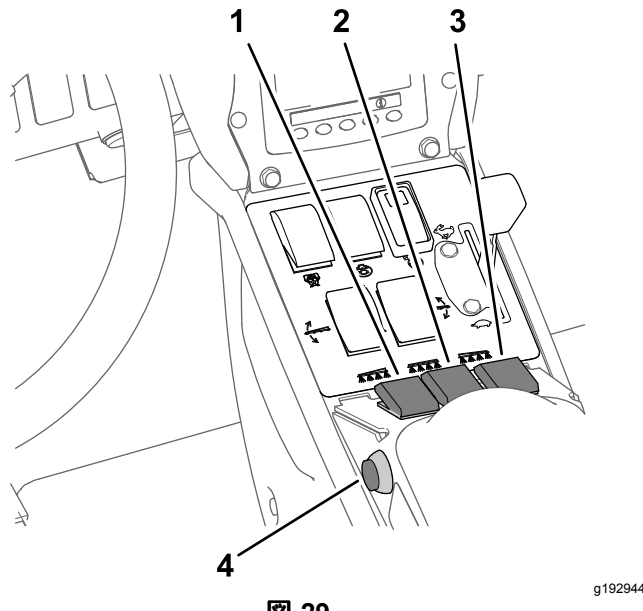

図 29
7. 個別ブームスイッチを ON にセットする 図 29。
10. 走行を開始し、所定速度に達したらマスターブームスイッチを ON にすると散布が始まる 図 29。
3. マスターブームスイッチを OFF にセットする 図 29 散布率モードでの散布 (ページ 30) を参照。
7. 散布したいブームのスイッチを ON 位置にする 図 29 散布率モードでの散布 (ページ 30) を参照。
9. 希望速度で走行し、マスターブームスイッチを ON にすると散布が始まる 図 29 散布率モードでの散布 (ページ 30) を参照。